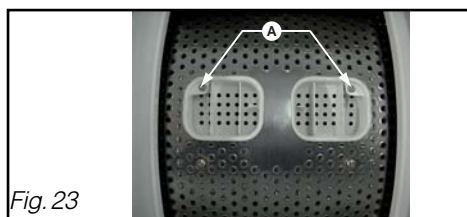

Fig. 23
- Dévissez et retirez les 2 vis **A** (empreinte TORX T20), l'aube tombe dans le tambour. Prenez la précaution de mettre une serviette éponge pour amortir sa chute (*Fig. 23*).